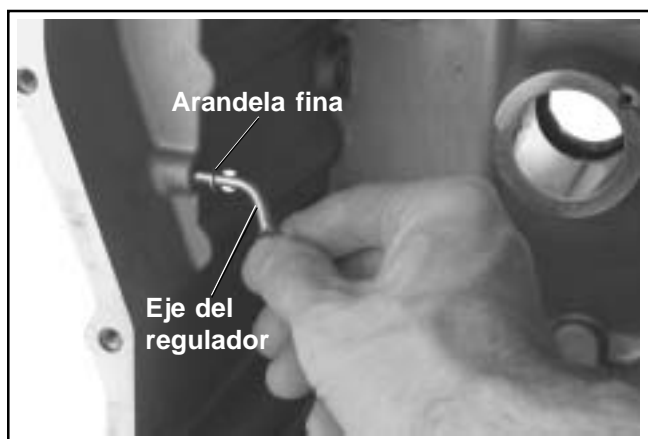

Figura 10-3. Instalación del eje del regulador.
2. Lubrique ligeramente el eje con aceite e instálelo desde el interior del cárter. Ver Figura 10-3.